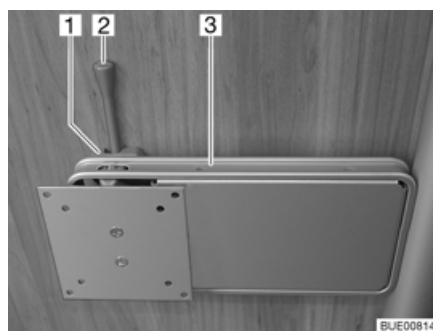

Fig. 90 Support sur colonne
- Pousser le levier de déverrouillage (Fig. 90,2) sur le côté et pivoter le support (Fig. 90,3) et l'écran plat pour les amener en position souhaitée.
- Ranger : ■ Pivoter l'écran plat en sens inverse, jusqu'à ce que le support (Fig. 90,3) s'enclenche dans le verrouillage (Fig. 90,1).